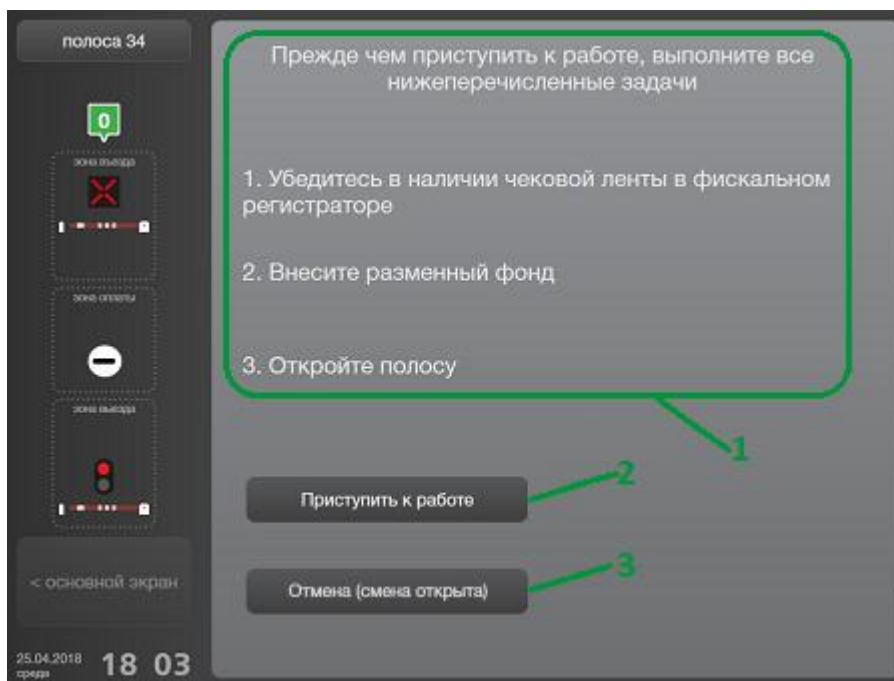

Рисунок 30. Окно с памяткой по необходимым действиям в начале работы
- В случае правильного ввода отобразится окно с памяткой по необходимым действиям в начале работы (рис. 30).
Шаг 8. Изучить действия, которые необходимо выполнить в начале работы (рис. 30, поз. 1), затем нажать на кнопку [Приступить к работе] (рис. 30, поз. 2) (подробнее о начале работы см. п. 4.2).
ВНИМАНИЕ! Нажатие кнопки [Отмена (смена открыта)] в окне с памяткой по необходимым действиям в начале работы (рис. 30, поз. 3) не приводит к завершению смены. Для корректного завершения смены следует нажать на кнопку [Присупить к работе] и выполнить действия, описанные в п. 7.3.1 данного Руководства.